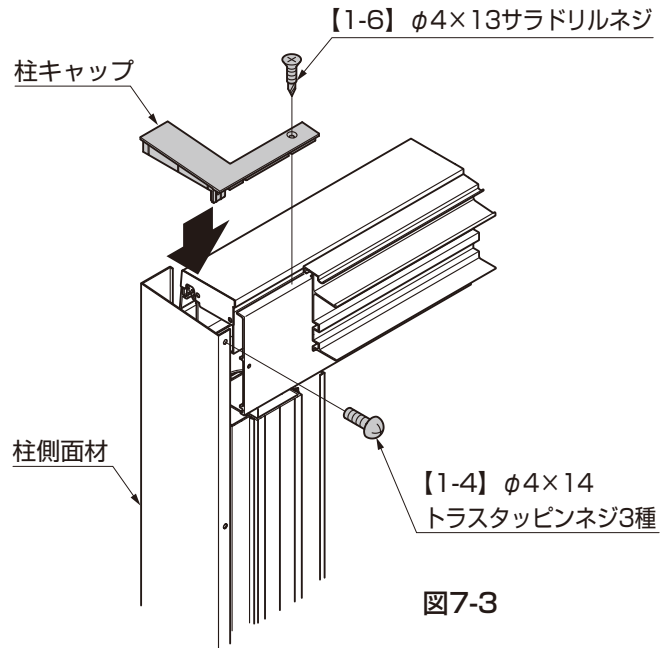

図7-3
- ② 柱キャップを柱に【1-4】と【1-6】で取付けてください。(図7-3参照)